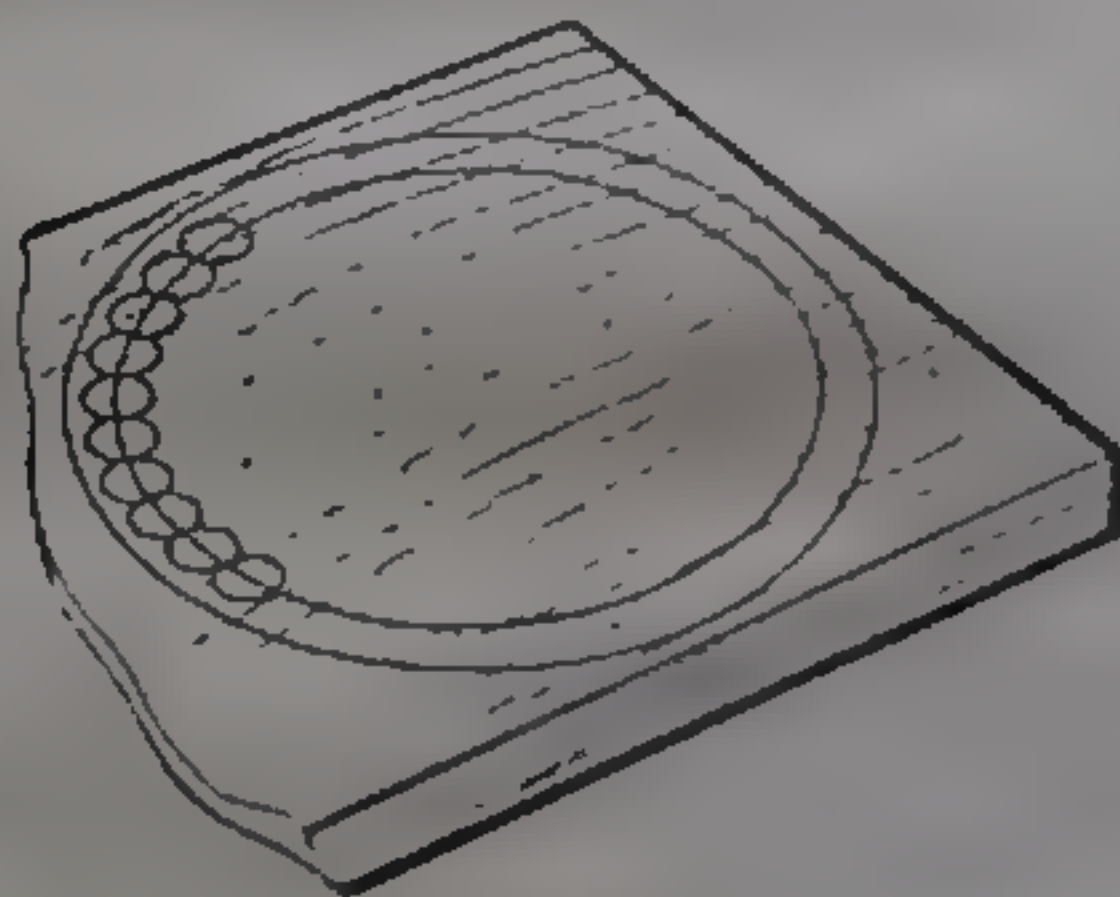

Рис. 103. Получение отверстия большого диаметра.
1. Разметить отверстие (рис. 103). Провести окружность радиусом 100 мм, а рядом — меньшую окружность, отстоящую от